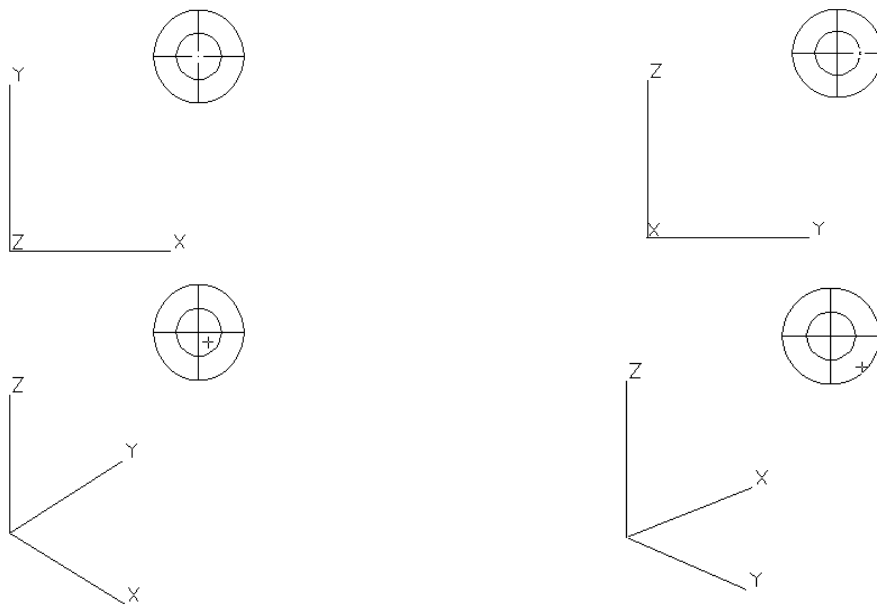

Рис. 2
- использование графического меню, которое появляется после нажатия клавиши <ENTER> на начальный запрос команды (рис. 2 – различные положения треноги и тройки осей);